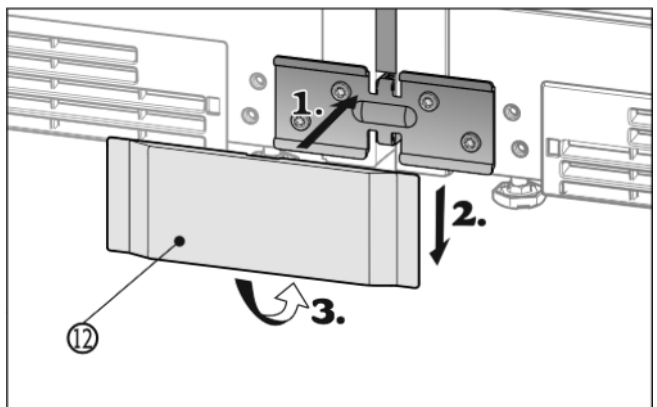

Fig. 16
- ▶ Sätt fast den undre täckplattan Fig. 16 (12) framifrån på vinkeln (1), för den nedåt (2) och låt den klicka på plats (3) nertill.